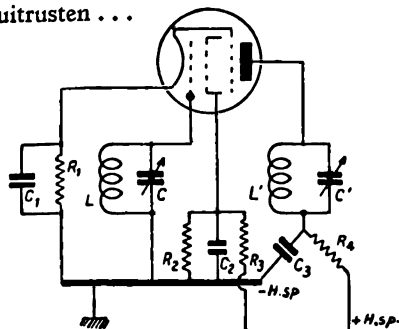
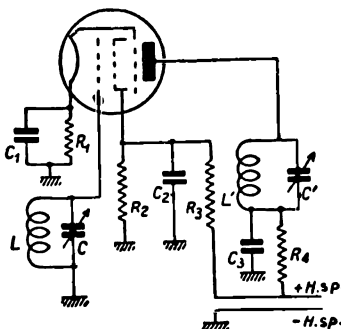

Fig. 72. Ontkoppelde schakeling van een pentode.
Fig. 73. Hetzelfde schema als in fig. 72, maar nu geteekend met het symbool voor massa.
W. — Je hebt volkomen gelijk. Merk nu nog op, dat de ont koppeling ook het voordeel heeft de gevaren van de ongewenschte inductieve koppelingen te verminderen, doordat de wegen der wisselstroom-componenten verkort worden. Nu kan ik het volledige schema voor je teekenen (fig. 72) van een versterkingstrap, zooals men die in de moderne ontvangoestellen maakt. Het is precies hetzelfde als het schema van fig. 71.
Vr. — Toch niet heelemaal, lijkt mij. In fig. 71 komen de ont koppelcondensatoren C_4 , C_5 en C_6 direct terug bij de kathoden der overeenkomstige lampen. In fig. 72 echter ligt de ont koppelcondensator C_3 aan de — H-sp.¹⁾
W. — Zoo is het zeker, Vraagal! Voorts heeft men de gewoonte aangenomen om „massa” met hetzelfde symbool aan te duiden als „aarde”, zoodat men in plaats van een enkele gemeenschappelijke verbinding te teekenen van de — H-sp., op verschillende plaatsen „massa” teekent. Volgens deze wijze van voorstelling zal fig. 72 overgeteekend worden in het schema van fig. 73. Maar je dient je wel goed in te prenten, dat als je in een schema verscheidene malen „massa” ziet, het in werkelijkheid slechts gaat om één enkele verbinding, die naar de negatieve pool van de hoogspanning loopt.